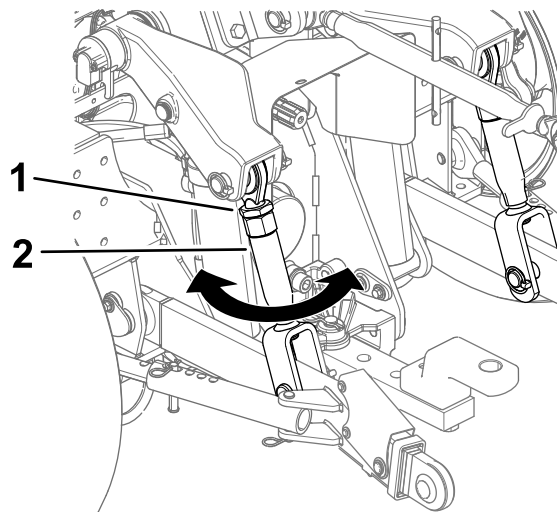

図 24
1. 一方の昇降リンクのジャムナットをゆるめる 図 24。
2. アタッチメントが水平になるように昇降リンクで調整する 図 24。
3. ジャムナットを締める 図 24。